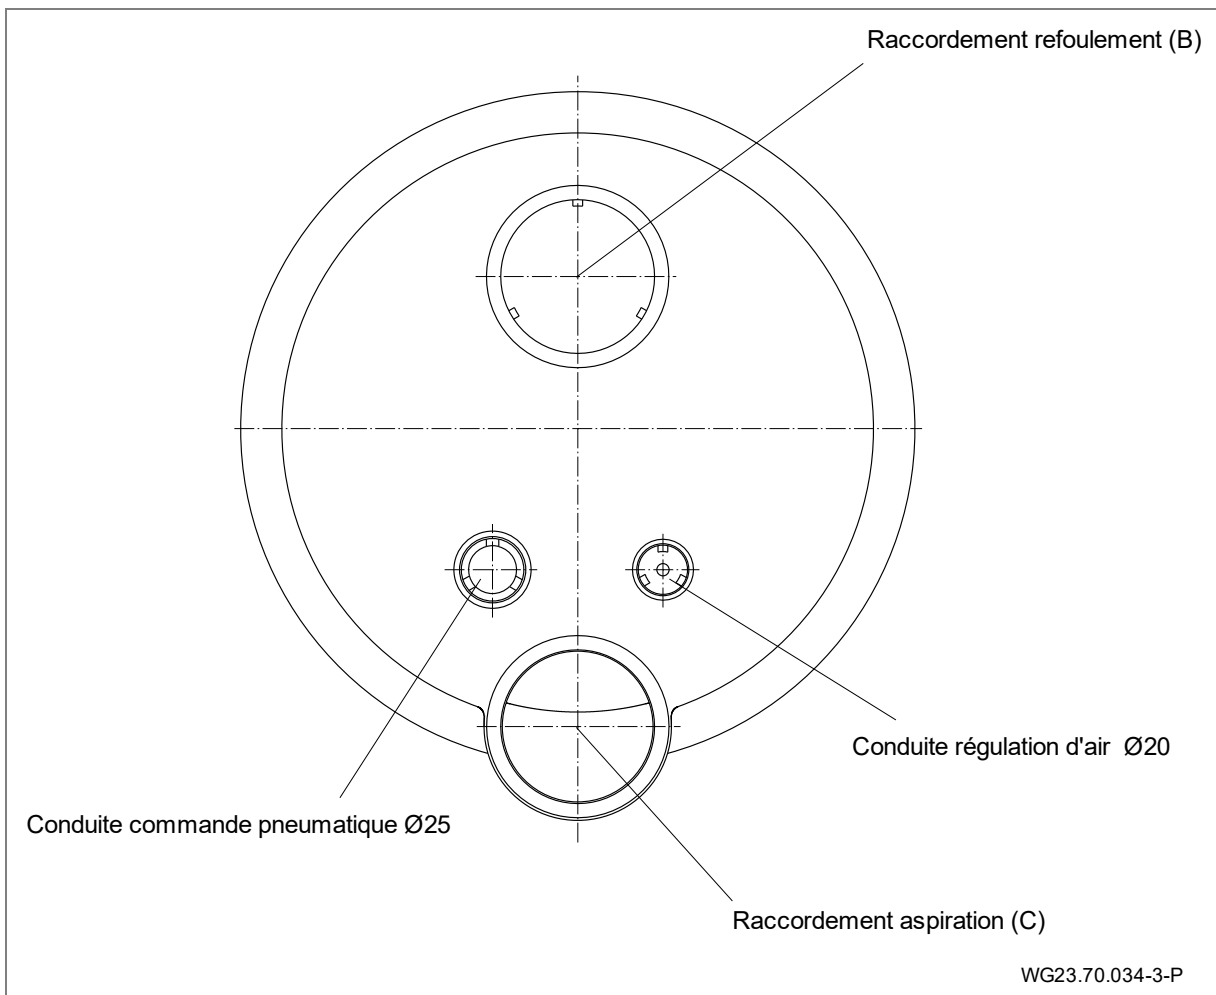
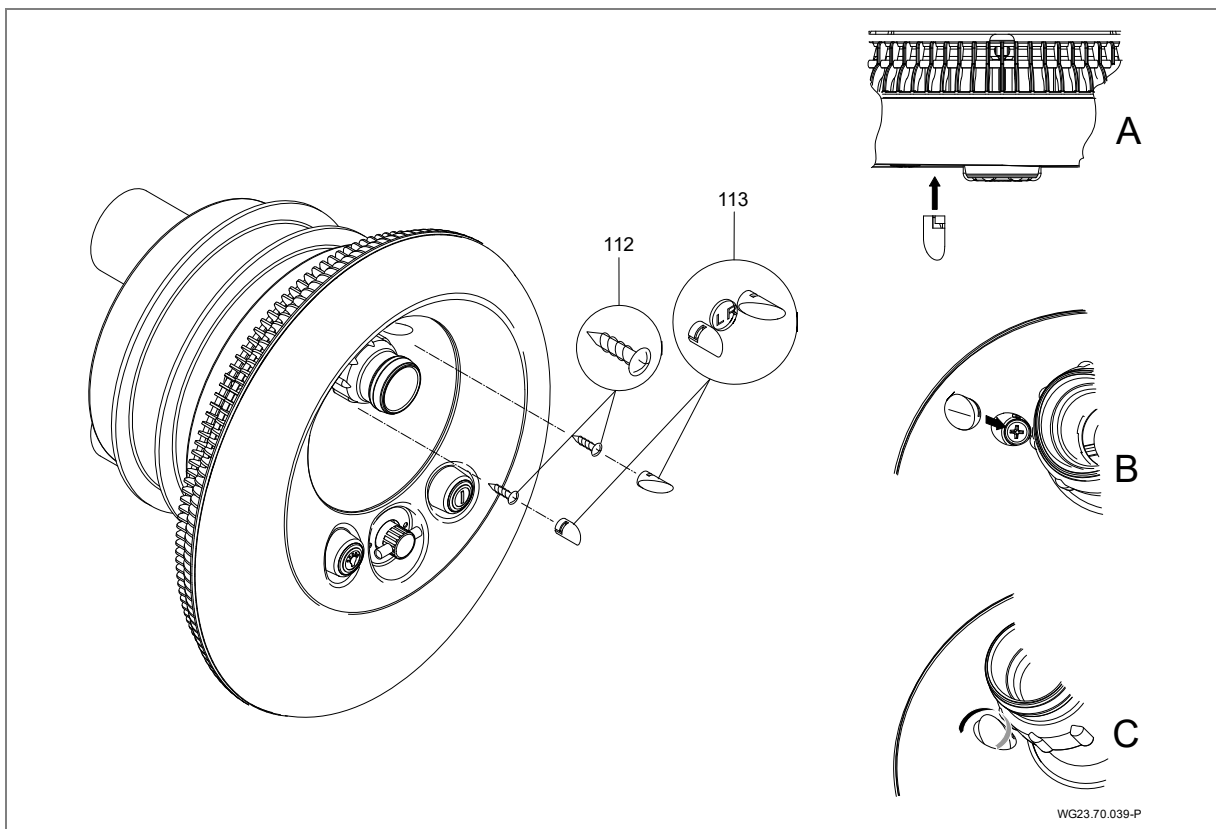

Fig. 16
Fig. 21
1. Coller la gaine de protection des câbles et de la gaine de la conduite d'air. (Fig. 16)
10. Fixer les enjoliveurs dans le capot de lumière (110) en procédant de la manière représentée sur la fig. 16 A-C. Employer les bons enjoliveurs pour la gauche (L) et la droite (R). (Fig. 21)
1. Desserrer l'écrou (20).
4. Déverrouiller le couvercle (113). Voir "Fig. 21", page 27.
5. Desserrer la vis (112) et enlever le couvercle d'éclairage (110).
6. Desserrer la vis (49) et enlever la face inox (93).
7. Desserrer la vis (95) et enlever le boîtier d'aspiration (107).
8. Desserrer la vis (52). Enlever la bague de serrage (28) et son joint (27).